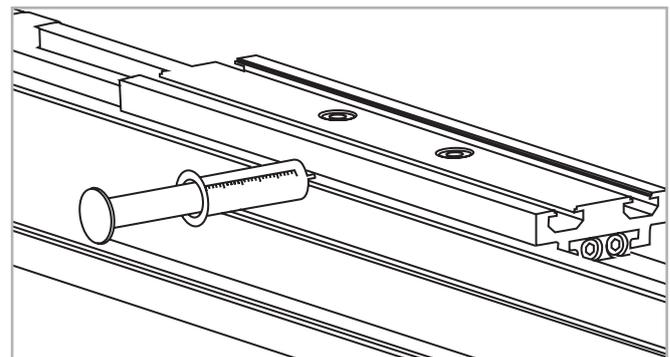

Fig. 14
1. Lubricación usando una pistola de engrase: Esto se realiza introduciendo la punta de la pistola de grasa en el conducto del cursor y presionando la grasa hacia adentro (ver fig.14). Nótese que antes de la lubricación actual de las pistas de rodadura de la guía el conducto está lleno, motivo por el cual debe usarse la cantidad suficiente de grasa.